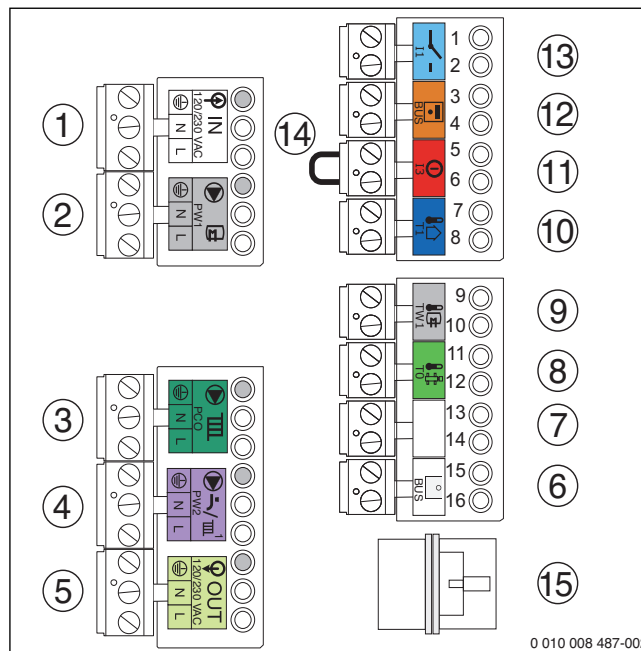

Bild 30 Klemmleisten
- ▶ Ein-/Aus-Raumtemperaturregler auf Anschlussklemme [13] (→ Bild 30) anschließen.
- ▶ Regelgerät auf Anschlussklemme [6] (→ Bild 30) anschließen. Hierzu ein 2-adriges Stromkabel von 0,4 bis 0,75 mm² verwenden.
- ▶ Brücke auf Anschlussklemme [14] (→ Bild 30) entfernen.
- ▶ Außentemperaturfühler auf Anschlussklemme [10] (→ Bild 30) anschließen.
- ▶ Speichertemperaturfühler auf Anschlussklemme [9] (→ Bild 30) anschließen.
- Heizungspumpe auf Anschlussklemme [3] (→ Bild 30) anschließen.
- Zirkulationspumpe auf Anschlussklemme [4] (→ Bild 30) anschließen.
- Speicherladepumpe/externes 3-Wege-Ventil (230 V) auf Anschlussklemme [2] (→ Bild 30) anschließen.
- Externes 3-Wege-Ventil an der Anschlussklemme [2] (→ Bild 30) anschließen.